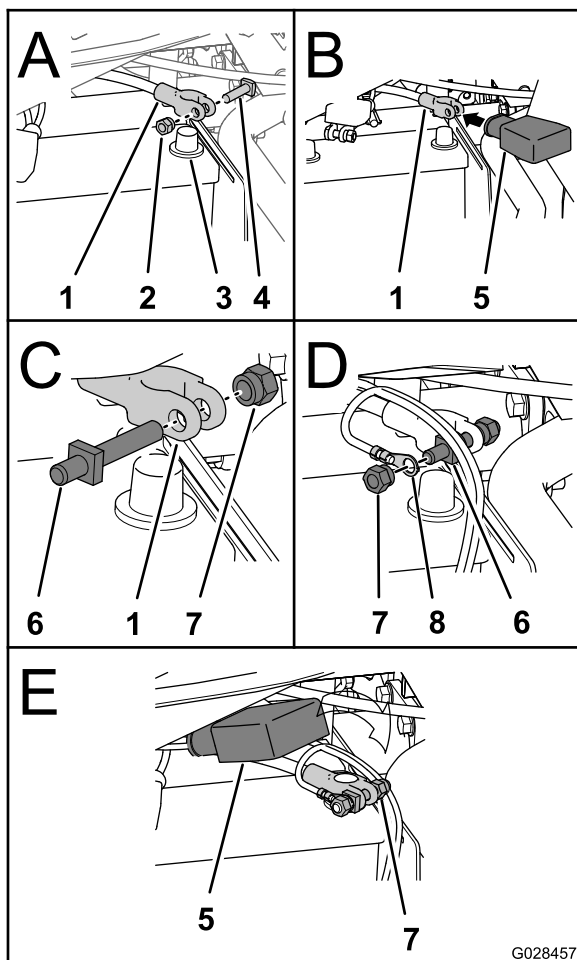

Bild 25
1. Entfernen Sie die vorhandene Mutter und T-Schraube vom Pluspol der Batterie (A in Bild 25).
- Schieben Sie die rote Batteriepol-Abdeckung über das Pluskabel der Batterie (B in Bild 25).
- Befestigen Sie die neue Batteriepol-Schraube und eine Klemmmutter am Pol des Pluskabels der Batterie (C in Bild 25).
- Befestigen Sie den Pol des Batteriekabels vom Sprühfahrzeug-Kabelbaum an der Batteriepol-Schraube und befestigen den Pol mit einer Klemmmutter (D in Bild 25).
- Schließen Sie den Pol des Minuskabels der Batterie an den Minuspol der Batterie an (E in Bild 25) und ziehen Sie die Klemmmutter bis auf 1978-2542 N·cm an.